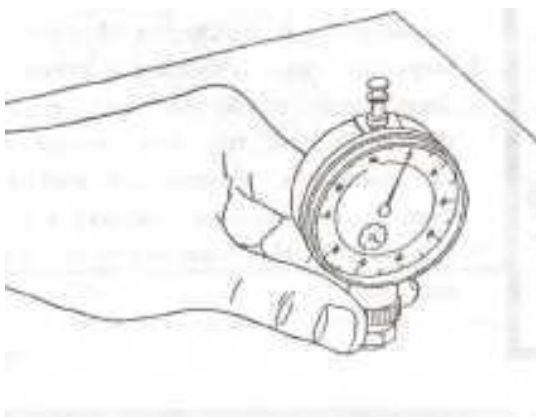

Рис.61.Начальное (нулевое) положение индикатора
4. Закрепите индикатор в мерительном приспособлении (157829-0420) и установите стрелку в положение "О" (рис.61). 5. Держа головку насоса в горизонтальном положении, слегка надавите на плунжер с обратной стороны. Вставьте мерительное приспособление (15782900420) в отверстие в головке насоса и замерьте размер "KF".